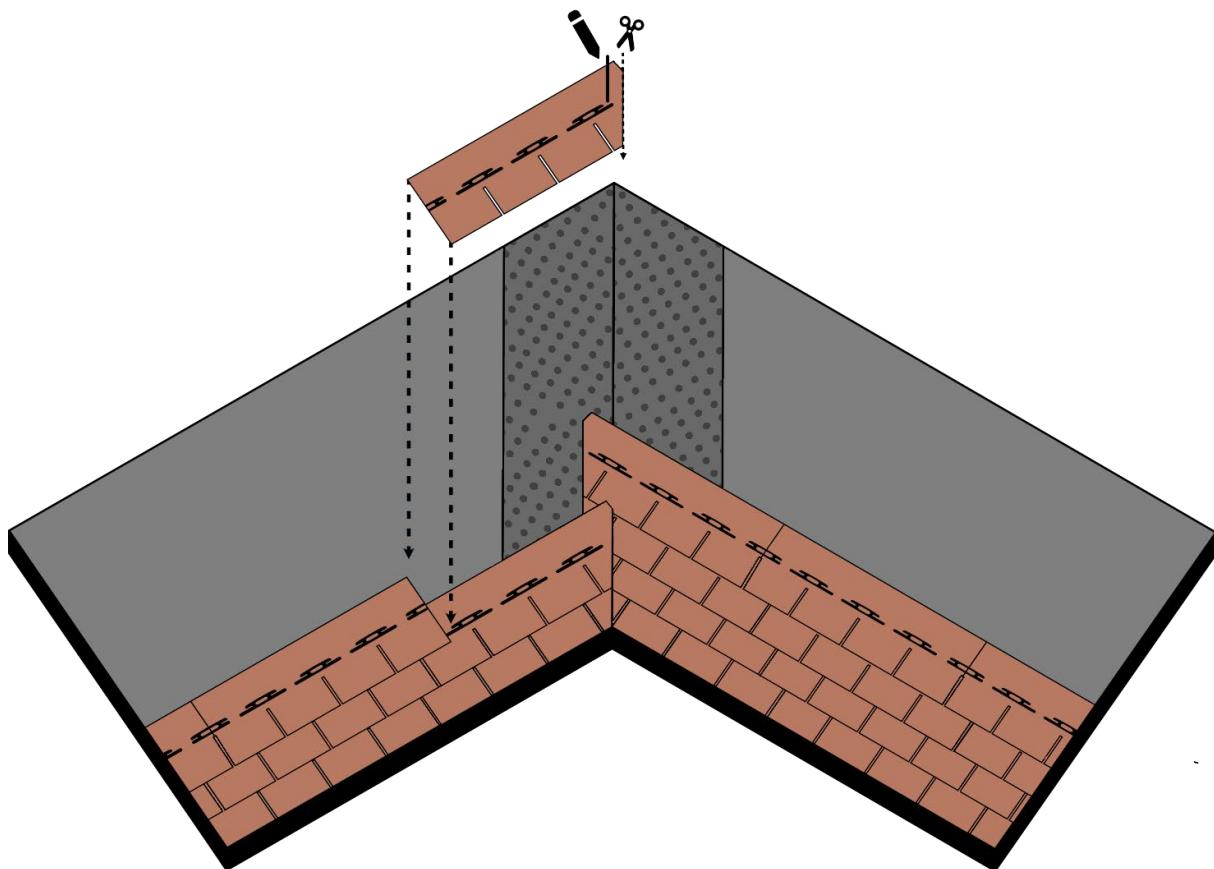

Fig. 21 - Installazione a fiamma delle tegole sul compluvio
- Fissare le tegole alla membrana bituminosa attraverso la fiamma del cannetto, sempre scaldando la membrana e non l'elemento tegola. Una volta completata la posa delle tegole sull'intera falda e per l'intera lunghezza del compluvio, passare alla falda adiacente. Iniziare la posa delle tegole per file successive. Fissare le stesse attraverso la fiamma del cannetto, sempre scaldando la membrana e non l'elemento tegola. L'ultima tegola di ogni fila dovrà arrivare almeno fino all'asse di compluvio. Completata la posa delle tegole anche per la seconda falda, segnare l'asse del compluvio tramite la tecnica della tracciatura. Procedere quindi al taglio delle tegole della seconda falda seguendo la linea di compluvio, come per la posa a chiodo - Fig. 21. Tagliare trasversalmente lo spigolo superiore della tegola al compluvio, in modo da convogliare l'acqua discendente lungo l'asse del compluvio. Sollevare le tegole della seconda falda nel compluvio, una per volta, e applicare del Bitustick nella parte inferiore, per il loro incollaggio definitivo - Fig. 21.